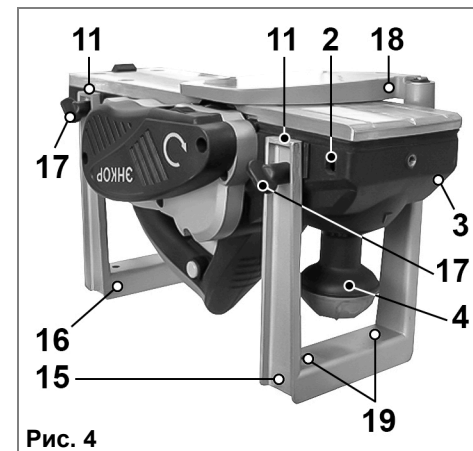

Рис. 4
7.3. Установка рубанка на подставку (Рис. 4).